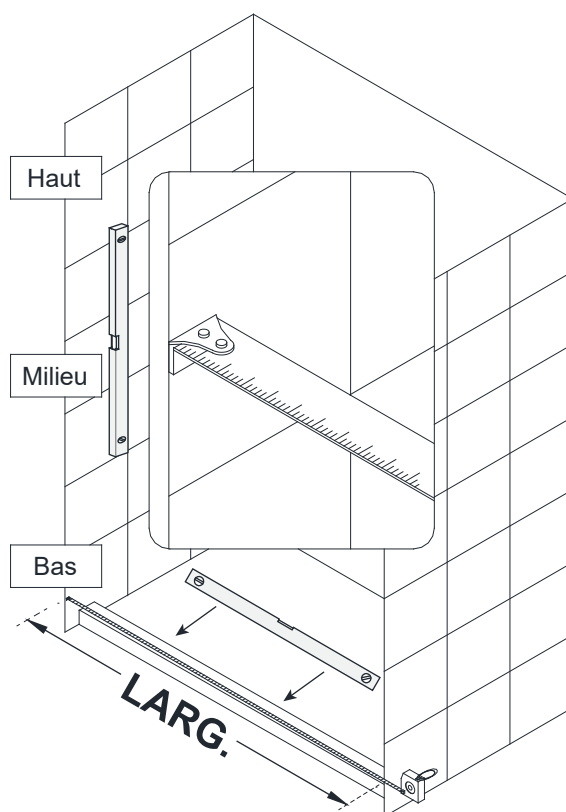

Fig 1
1. Mesurez la distance entre les deux murs finis dans le haut (à la hauteur de l'unité), au milieu et en bas. Les profilés muraux procurent un ajustement aux conditions en faux aplomb. Utilisez la plus petite mesure comme dimension du fini. **Consultez la Fig. 1 pour plus de détails.**